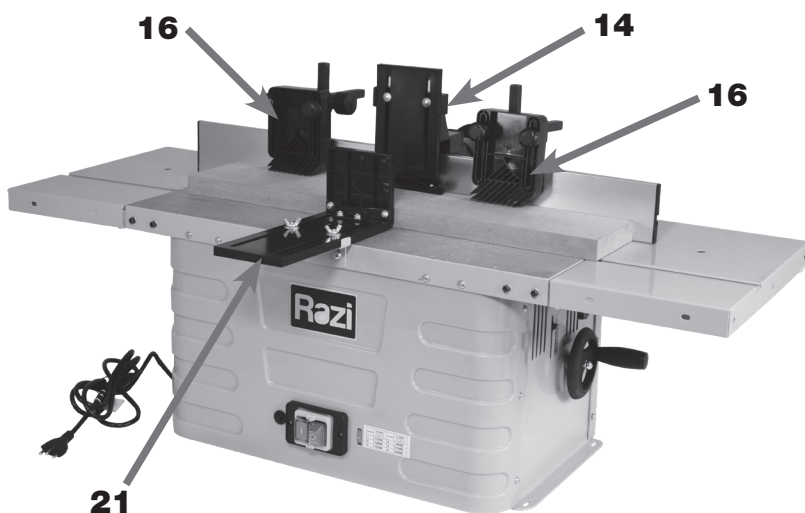

FIGURA 08 - Barra de Pressão Superior
Uma Barra de Pressão Superior (14) pode ser instalada em frente a região da Fresa (04) (figura 08), utilizada para pressionar o material a ser fresado contra a Mesa de Trabalho (08). Além disso, este componente tem a função de guiar verticalmente o material a ser fresado.